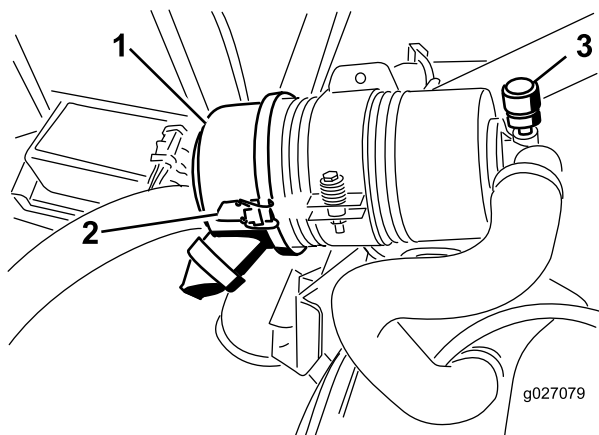

図 55
エアクリーナの整備はインジケータ 図 55 が赤色になってから行ってください。早めに整備を行っても意味がありません。むしろフィルタを外したときにエンジン内部に異物を入れてしまう危険が大きくなります。
1. エアクリーナのカバーをボディーに固定しているラッチを外す 図 55。